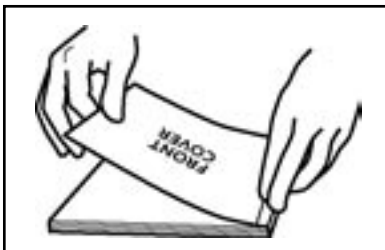

ABBILDUNG 16
9. Legen Sie die Vorderseite des Umschlages vorsichtig über den Buchblock. Fangen Sie in der Mitte an, reiben Sie vor und zurück, um den Umschlag an dem Klebstoff des Dokumentes zu befestigen (siehe Abbildung 16).